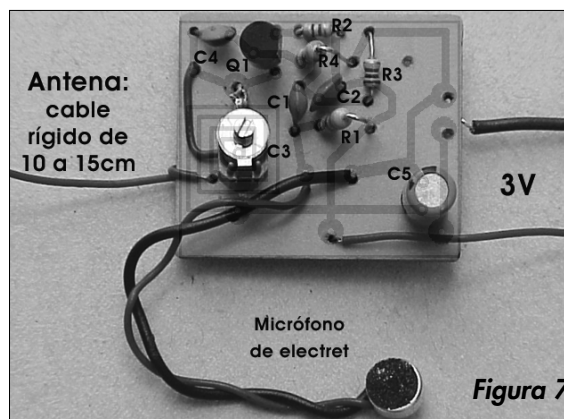
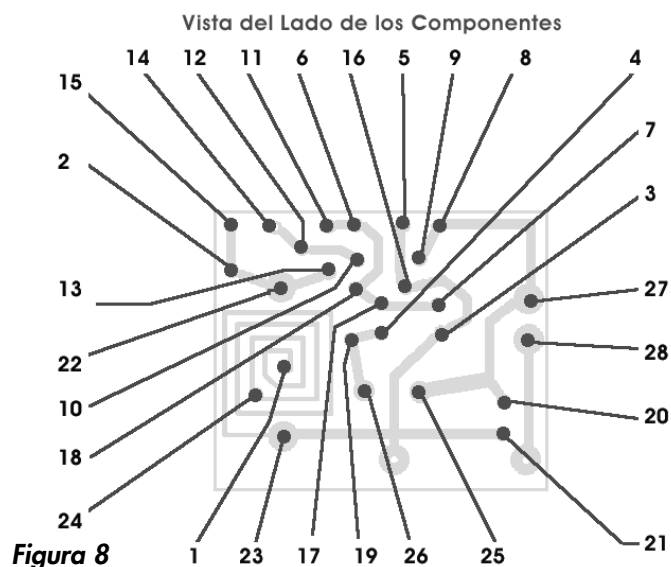

Figura 7
Figura 8
A continuación, damos la secuencia de operaciones para el montaje. Precediendo cada ítem tenemos paréntesis entre los cuales el lector debe marcar una "X" en cada operación que queda lista. Antes del armado, le recomendamos que vea atentamente la foto ampliada de la figura 7, luego, seguirá la secuencia de armado, basándose en los números de la figura 8:
a) Comience el montaje: suelde el puente, que consiste en un pedazo de cable rígido con las puntas peladas, una los dos puntos indicados con (1) y (2) en la placa de circuito impreso de la figura 8. Cuidado que ningún pedazo del puente quede sin cubrir con la capa plástica.
El transistor deberá ser soldado en los puntos 11, 12 y 13 de la placa, según se muestra en la figura 8.